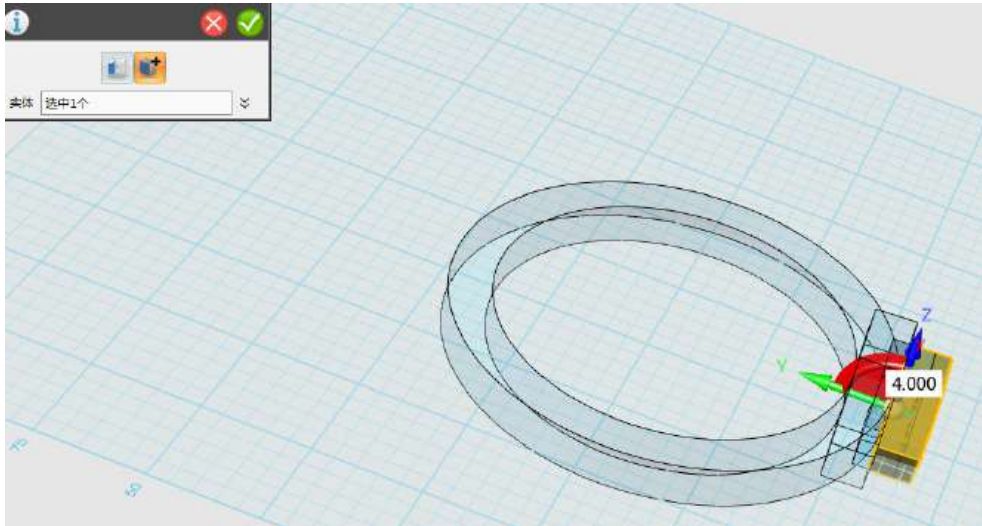

图 1-10
Step 10 移动拉伸好的六边形到如下图 1-10 所示的位置，使用移动命令，将第二个六边形移动到下面的位置。移动位置小一些。